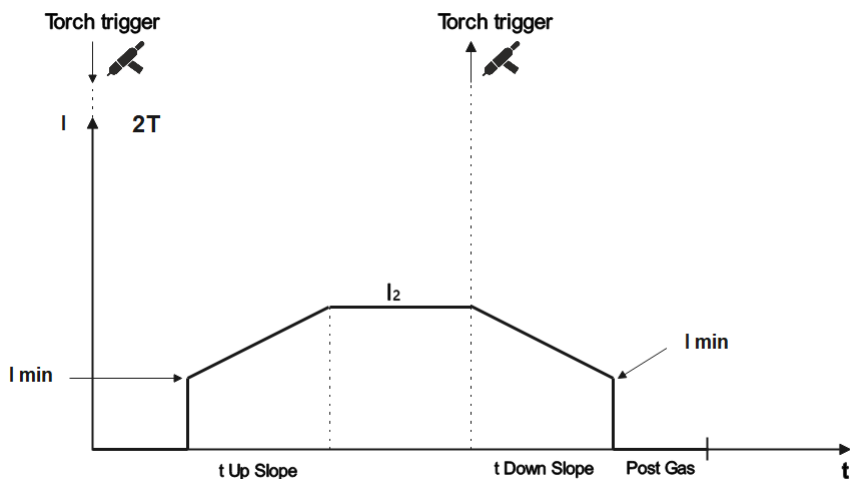

Fig 11.
* 2T – Le gaz commence à s'écouler selon le temps réglé lorsque l'on appuie sur la gâchette de la torche (Torch trigger), et l'arc est établi par LIFTIG (voir Fig.11). Le courant augmente en fonction du temps de UPSLOPE jusqu'à la valeur I_2 . Lorsque la gâchette de la torche est relâchée, le courant diminue en fonction de la valeur de courant de DOWNSLOPE. L'arc s'éteint et le temps de POST GAS commence.
** 4T – Le gaz commence à s'écouler selon le temps réglé lorsque l'on appuie sur la gâchette de la torche (Torch trigger). Lorsque la gâchette de la torche est relâchée, l'arc s'établit automatiquement par LIFTIG (voir Fig. 11). Le courant augmente en fonction du temps de UPSLOPE jusqu'à la valeur I_2 . Lorsque la gâchette de la torche est enfoncée et relâchée, le courant diminue en fonction de temps de DOWNSLOPE. L'arc s'éteint et le temps de POST GAS commence.